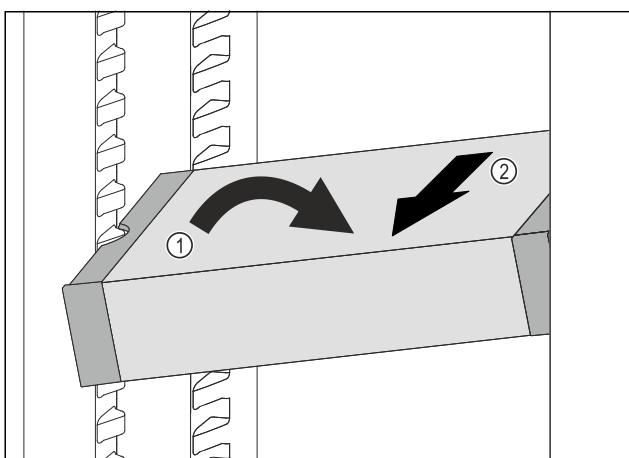

Fig. 126
► Встановити VarioSafe під кутом в охолоджувальному відділенні. Fig. 126 (1)
► Витягнути VarioSafe вперед. Fig. 126 (2)